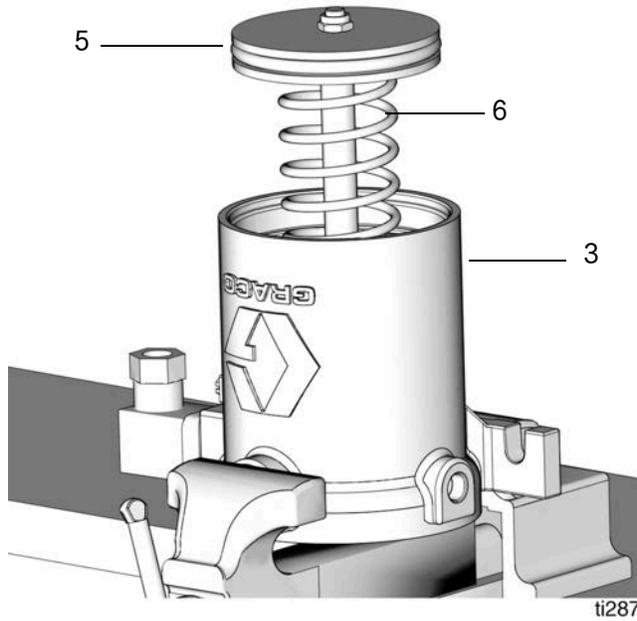

图 33
9. 将弹簧 (6) 安装到活塞杆 (34) 上, 将弹簧和活塞杆装在气缸 (3) 内 (图 33)。